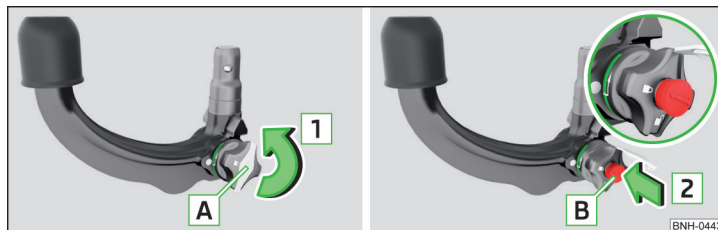

Fig. 211 Retire la tapa de la cerradura/introduzca la llave en la cerradura
- Extraiga la tapa **A** de la cerradura en el sentido de la flecha **1** » fig. 211.